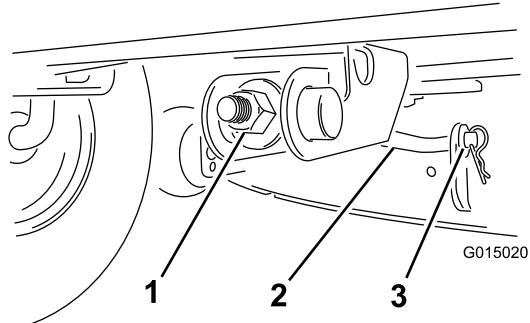

Bild 39
8. Drehen Sie für das Einstellen der Schnittmesserneigung in Längsrichtung die Einstellmutter vorne am Mähwerk (Bild 39).